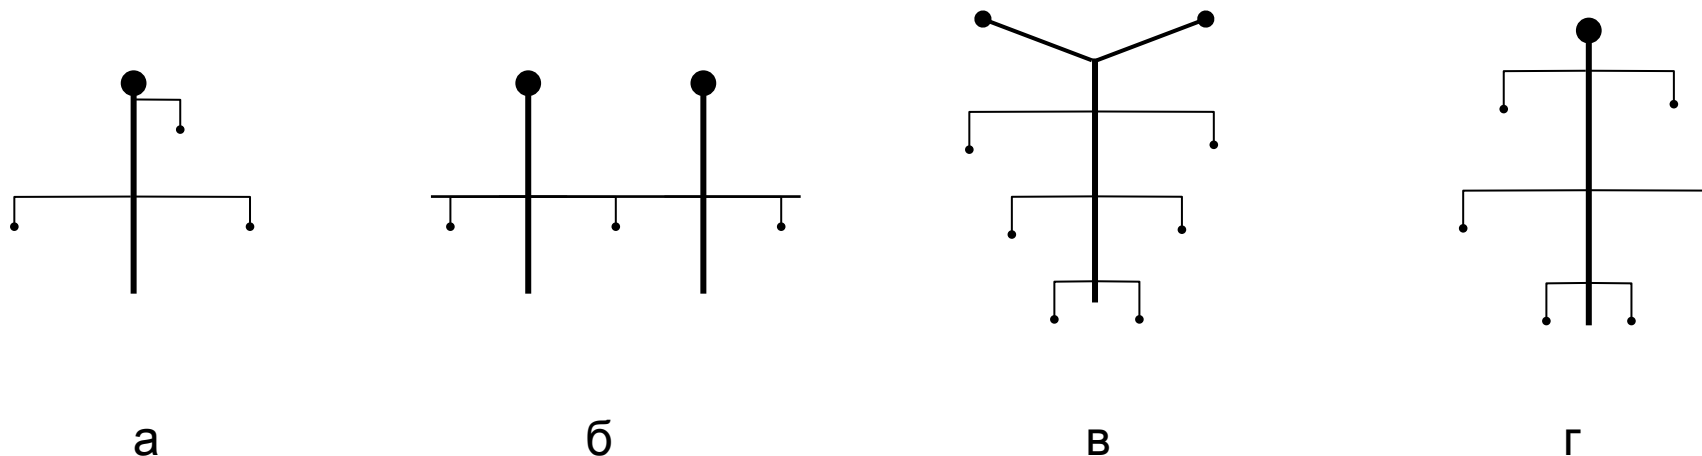

Рис. 6. Схемы расположения проводов и тросов на опорах
- одноцепные ВЛ (рис. 6, а, б);
- двухцепные ВЛ (рис. 6, в, г).